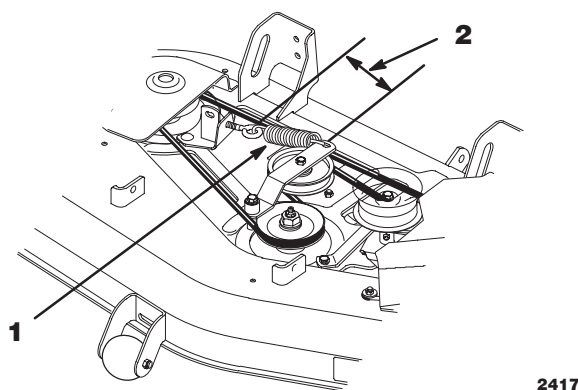

Abbildung 29
3. Die Führungsrollenfeder lösen und den Riemen von den Riemenscheiben abnehmen (Abb. 29).
2. Die Spannung der Führungsrollenfeder so einstellen, daß die Länge zwischen den Haken 140 mm (5-1/2") beträgt (Abb. 29).